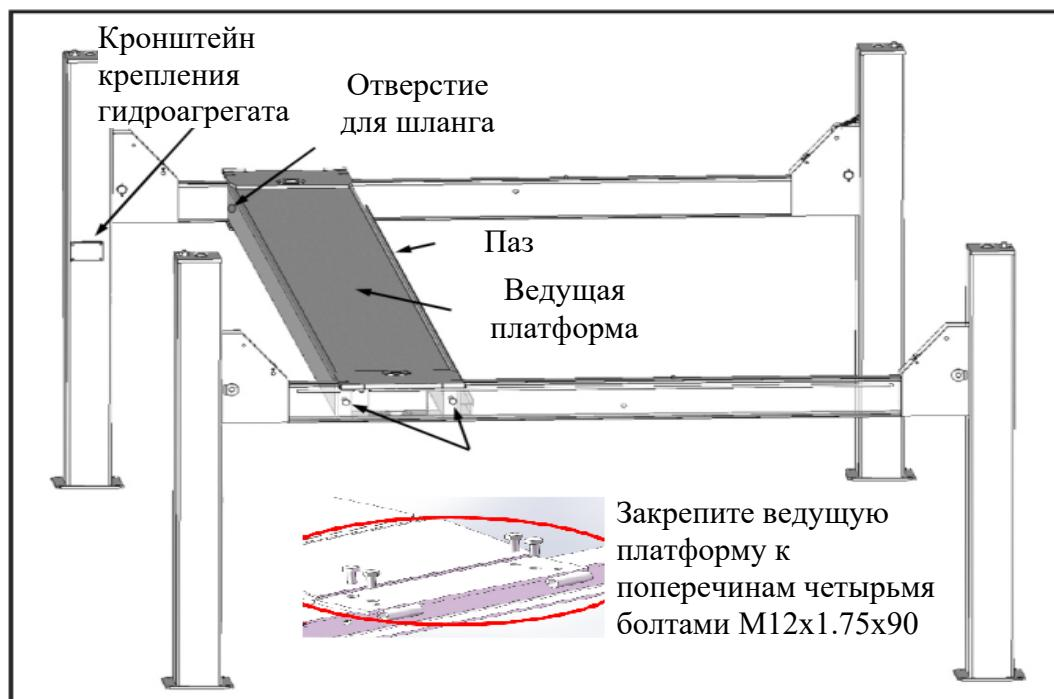

Рис. 5.4
4. Расположите ведущую платформу поверх поперечин с пазом, направленным внутрь подъемника. Отверстия для шлангов, находящихся на боковой части платформы, должны располагаться рядом со стойкой, на которой крепится гидроагрегат. Совместите отверстия на платформе с отверстиями на поперечинах, вставьте в них четыре болта с головкой под шестигранник M12x1.75x90, оденьте шайбы. Нанесите на болты подходящую консистентную смазку и затяните их с усилием 74.6 Нм (см. рис. 5.4).